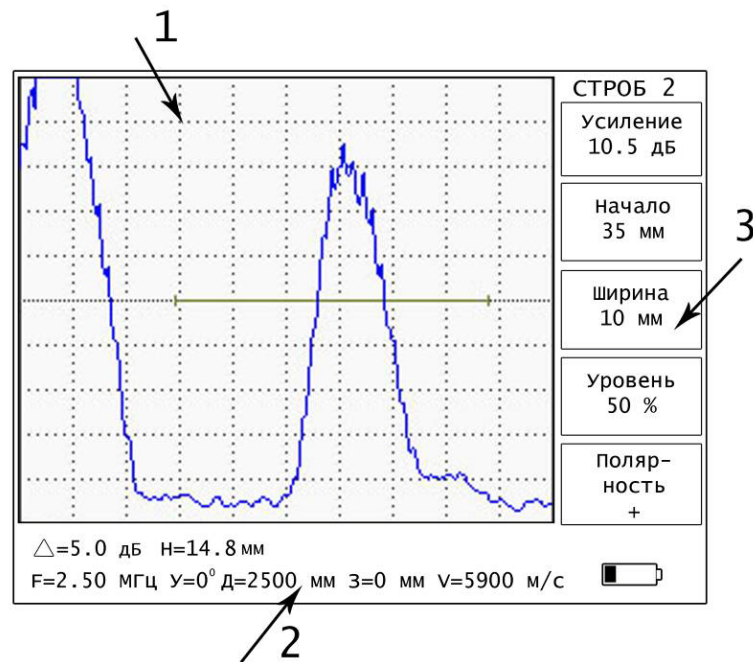

Рис. 5.3.
5.3.3. Для включения дефектоскопа необходимо нажать и удерживать в течение 1 с клавишу «» на лицевой панели дефектоскопа. Через 5 с дефектоскоп входит в основной режим работы, при этом экран дефектоскопа будет разделен на три основные части (рис.5.3):